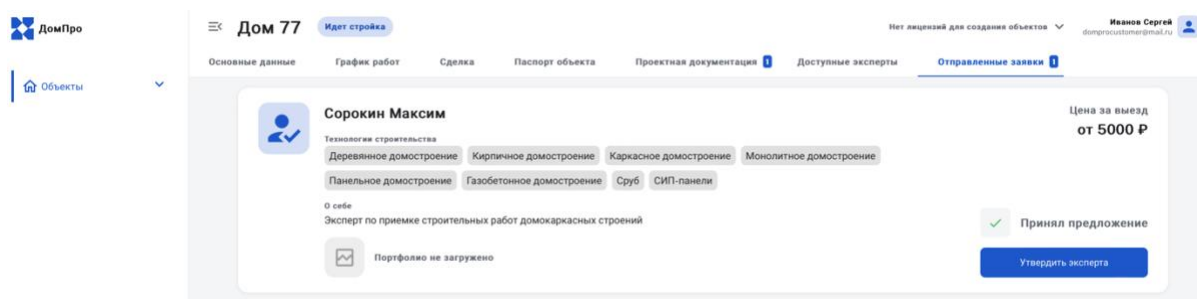

Рисунок 14 - Утверждение эксперта на объект
После нажатия кнопки «принять» статус у объекта сменится на «ожидает ответа заказчика» и у покупателя в этом объекте появится новая вкладка «отправленные заявки» (1), а также покупателю придет уведомление по электронной почте. В этом разделе будут отображаться ответы всех экспертов кому были отправлены приглашения по объектам в адрес экспертов. Далее покупателю необходимо нажать кнопку «Утвердить эксперта» (2) для завершения процесса приглашения эксперта на объект Рисунок 14.